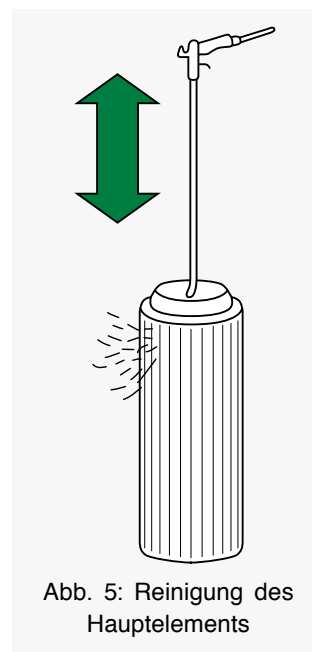

Abb. 5: Reinigung des Hauptelements
- Zur Reinigung ein Rohr auf eine Druckluftpistole setzen, dessen Ende um ca. 90° umgebogen ist. Das Rohr muss so lang sein, dass es bis zum Boden des Filterelements reicht. Das Filterelement mit trockener Druckluft (max. 5 bar) vorsichtig von innen nach außen, bzw. von Reinseite nach Rohseite ausblasen, bis keine Staubeentwicklung mehr auftritt. Die Spitze des Rohres darf das Element nicht berühren (siehe Abb. 5).